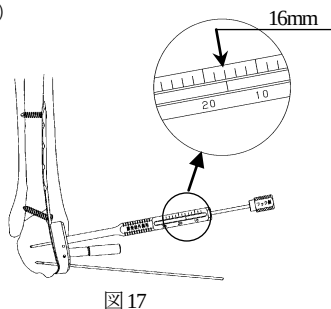

図17
- * 17) 遠位ロックングスクリューホールは、1.3 ガイドピンを使用せず2.7 ドリルを用いてドリリングすることも可能です。この場合、スクリュー長の計測には腓骨後外側用デプスゲージを使用し、デプスゲージ先端が突き当たったところで計測し、計測値と同一長さもしくは1サイズ短いスクリューを選択します。(図17)